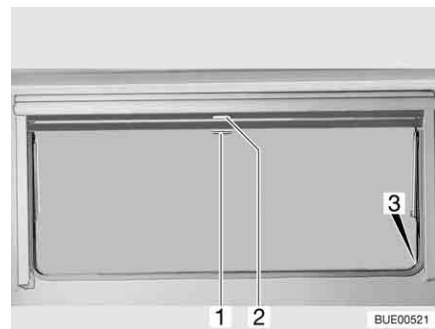

Bild 83 Överkantshängda fönster
- Drag ned mörklägningsrullgardinen med handtaget (Bild 83,2). När mörklägningsrullgardinen dras ned helt fäster man det i spärrarna (Bild 83,3) på båda sidorna på fönsterkarmen.
- När mörklägningsrullgardinen är helt neddragen: Tryck ned handtaget (Bild 83,2) och drag det något inåt. Nu kan man ta loss mörklägningsrullgardinen ur spärrarna på båda sidorna av fönsterkarmen.
- När mörklägningsrullgardinen inte är helt neddragen: Drag handtaget (Bild 83,2) lätt nedåt tills spärren släpper.
Stänga: ■ Drag ner insektsnätet med handtaget (Bild 83,1) och fäst det i spärrarna (Bild 83,3) på båda sidorna av fönsterkarmen.
Öppna: ■ Tryck ned handtaget (Bild 83,1) och drag det något inåt. Lossa insektsnätet ur spärrarna på båda sidorna av fönsterkarmen.